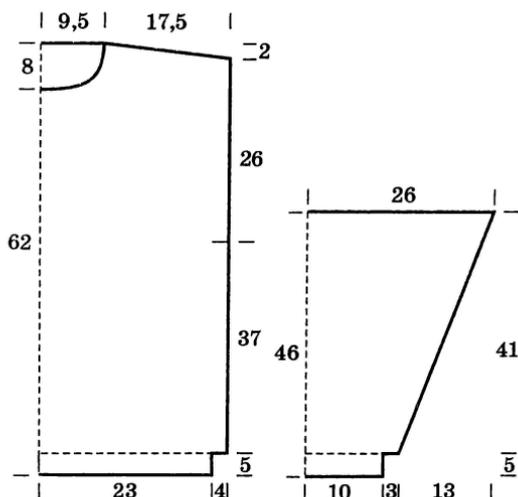

Рис. 75. Выкройки деталей пуловера с рельефным узором:
**Примерный расчет** (рис. 75):